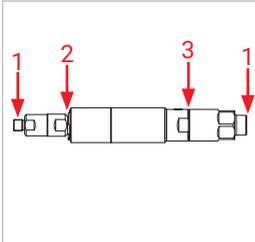
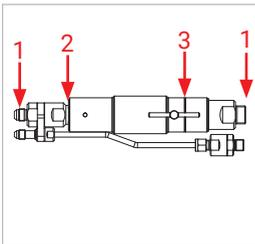

Abbildung 10
Abbildung 11
- ▶ Überprüfen Sie folgende Messstellen (*Abbildung 10* und *Abbildung 11*)
- Verschraubungen (1)
- Bereich der Spannzangen (2)
- Bereich der Exzenterbetätigung (3)